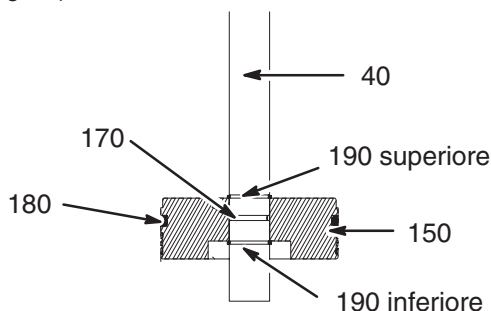

Fig. 22
11. *Manutenzione del pistone dell'asta di sollevamento* (Fig. 22):
- Rimuovere il pistone (150) dall'asta di sollevamento (40) ed ispezionarlo per danni o usura. Sostituirlo con uno nuovo, se necessario.
- Rimuovere i 2 vecchi anelli di tenuta ((170) e (180) nella Fig. 22) dall'interno e dall'esterno del pistone. Sostituire gli anelli di tenuta circolari con altri nuovi.
- Rimettere il pistone (150) sull'asta di sollevamento (40). Posizionare il pistone sull'anello di ritenzione superiore.
- Fare scattare l'anello di ritenzione del pistone inferiore (190) di nuovo nel suo solco, tra la parte inferiore del pistone e l'estremità dell'asta di sollevamento.
12. Inserire di nuovo l'asta di sollevamento (40) nel cilindro.